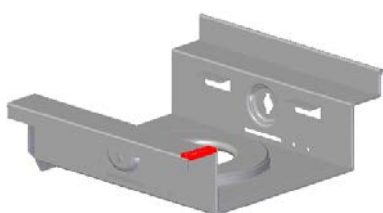
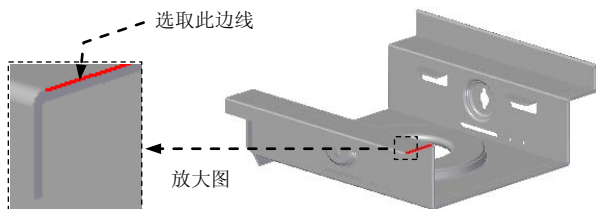

图 8.10.59 卷边特征 4
图 8.10.60 选取附着边
(3) 定义卷边类型及属性。在命令条中单击“外侧折弯”按钮 ，单击“卷边选项”按钮 ，系统弹出“卷边选项”对话框；在“卷边轮廓”区域中的“卷边类型(T):”下拉列表中选择  封闭选项；在  文本框中输入值 5.0；单击  按钮，然后右击。
(4) 单击命令条中的  按钮，完成特征的创建。
Step28. 创建图 8.10.59 所示的卷边特征 4。
(1) 选择命令。在“主页”功能选项卡中“钣金”工具栏中单击  按钮，选择  卷边命令。
(2) 定义卷边的附着边。选取图 8.10.60 所示的边线为卷边的附着边。